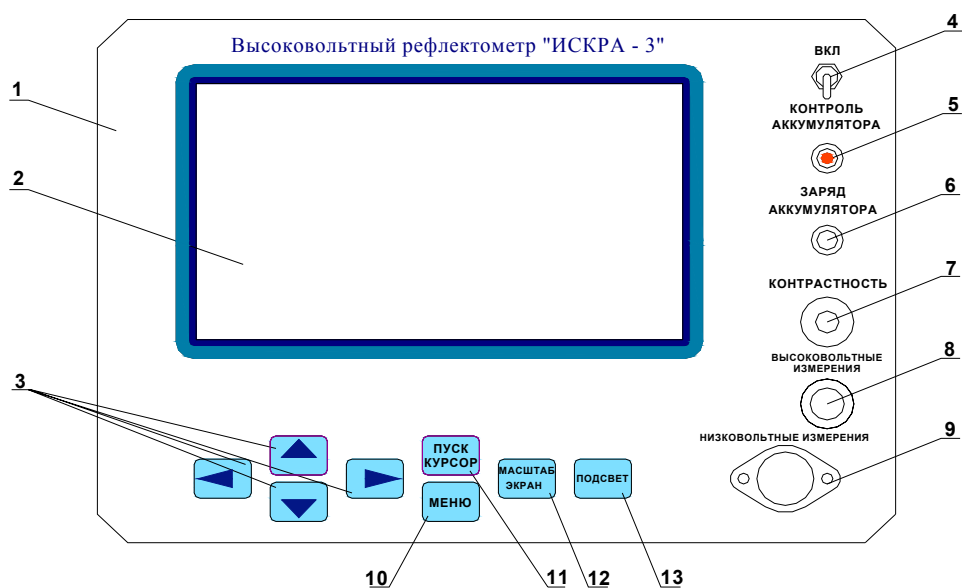

Рис.1
4.3. Внешний вид передней панели рефлектометра показан на рис.1